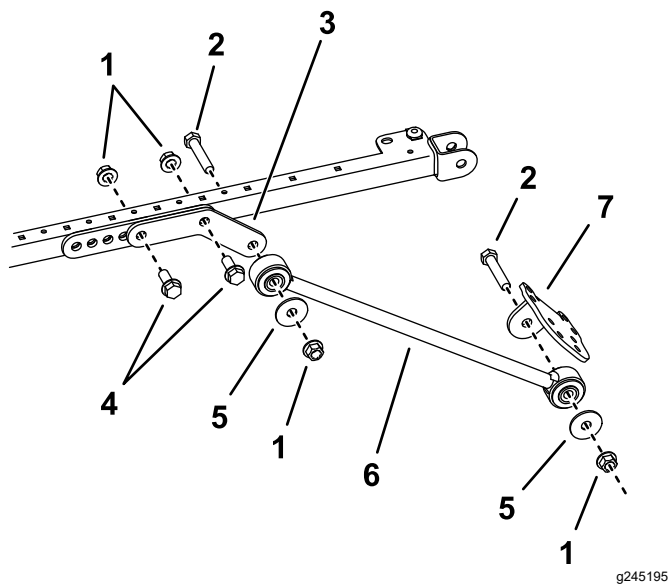

図 40
- サンシェードのフレームの左右それぞれの側で、取り付けブラケットの後ろと中央の穴とに延長リンクを仮止めするボルト 1/2 x 1 1/2" 2 本、フランジナット 1/2" 2 個を使用して図 40 のように取り付ける。
- 各延長リンクの外側にブレースを取り付けるボルト 1/2 x 2 1/2"、ワッシャ 1/2"、フランジナット 1/2" を使用し、図 40 のように取り付ける。
11. 各ブレースに、ブレースブラケットを仮止めするボルト 1/2 x 2 1/2"、ワッシャ 1/2"、フランジナット 1/2" を使用し、図 40 のように取り付ける。